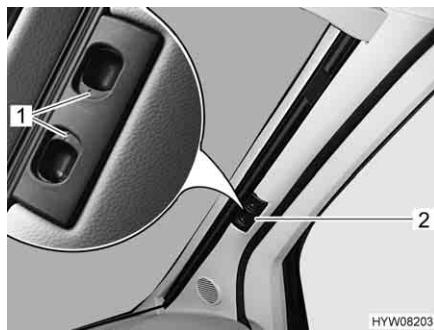

Fig. 18 Tendina oscurante pieghevole per il parabrezza
- Premere le maniglie di sbloccaggio (Fig. 18,1) e mantenerle premute.
- Tirare la tendina oscurante pieghevole del parabrezza per la maniglia (Fig. 18,2) verso il centro della finestra.
- Spingere verso l'esterno le due metà della tendina oscurante pieghevole del parabrezza per la maniglia (Fig. 18,2) fino all'arresto.
- Rilasciare le maniglie di sbloccaggio (Fig. 18,1) e mantenerle innestate.